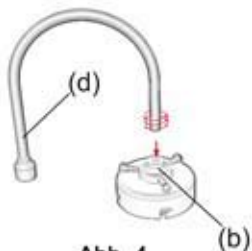

Abb. 4
- 3.) Nehmen Sie das Auslaufrohr (d) und schrauben Sie es oben auf den Gehäusedeckel (b). Es sollte nicht bis zum Anschlag festgeschraubt werden, damit es voll schwenkbar bleibt. (Abb. 4)